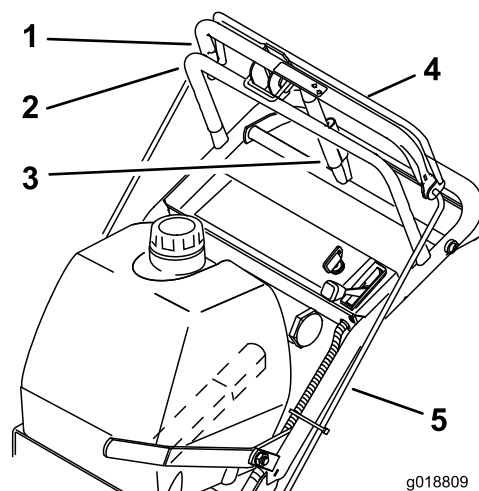

Figure 22
1. Vérifiez l'espace entre la barre de commande supérieure et la barre fixe quand la transmission aux roues est complètement embrayée. L'espace doit être d'environ 25 à 32 mm (1 à 1-1/4 po); voir Figure 22.